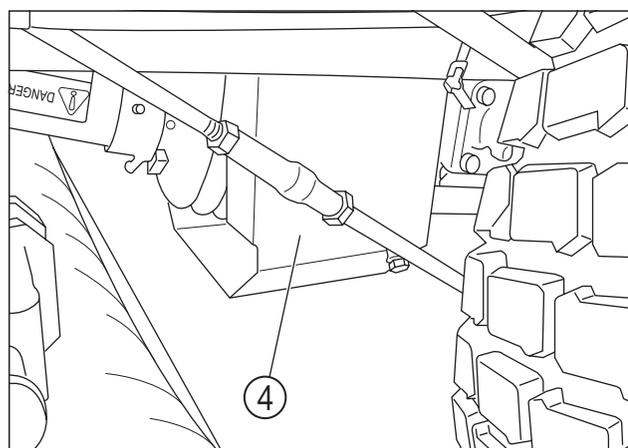

FIG. 5-19
2. Après avoir attaché le l'accouplement à cardan sur le tracteur, montez la PLAQUE (CAPOT/TONDEUSE), 4, sur le tracteur avec les deux ÉCROUS/ RONDELLES, 5, et un BOULON SEMS (SP), 6, comme indiqué sur les figures 5-19 et 5-20.